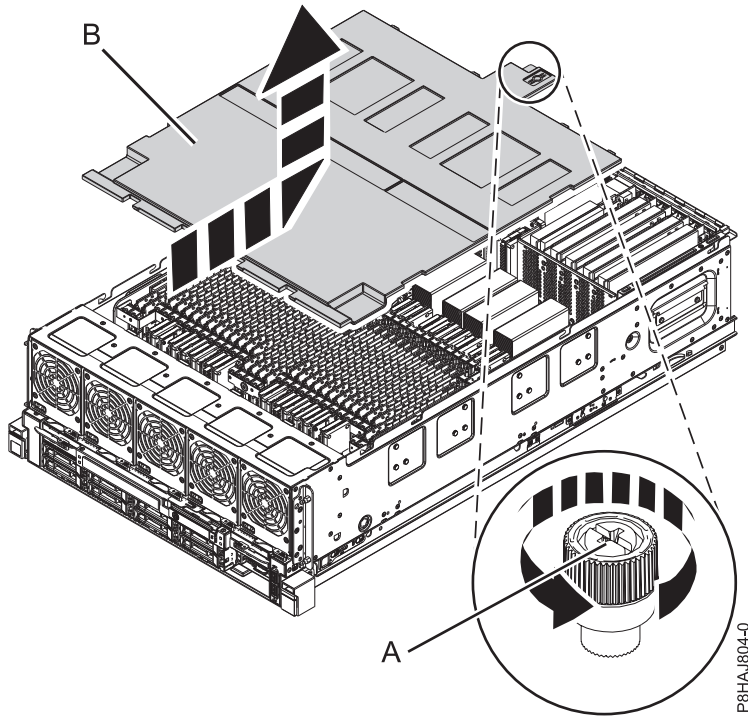

Abbildung 31. Sicherheitsabdeckung ausbauen
2. Lösen Sie die Rändelschraube (A) an der Rückseite der Abdeckung, indem Sie sie in die in Abb. 31 auf Seite 54 gezeigte Richtung drehen.
3. Schieben Sie die Sicherheitsabdeckung (B) zur Rückseite des Systems. Wenn sich die Vorderseite der Abdeckung von der oberen Rahmenleiste gelöst hat, heben Sie die Abdeckung an und vom System ab.